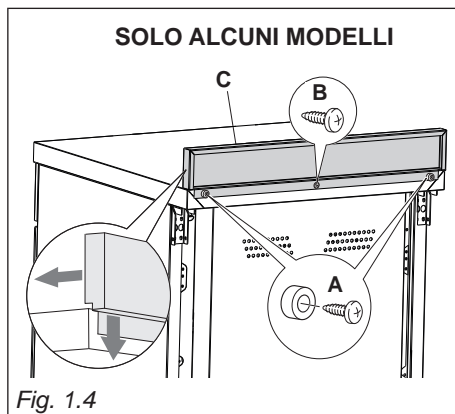

Fig. 1.4
Prima di installare la cucina montare l'alzatina "C" (fig. 1.4).
- Togliere i distanziatori "A" (fig. 1.4) dal lato posteriore del piano di lavoro svitando la vite di fissaggio.
- Applicare l'alzatina come evidenziato in figura e fissarla rimontando i distanziatori "A" e la vite "B" (fig. 1.4).